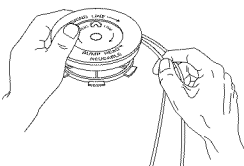

Fig. 18
7. Bobine las líneas en el carrete en capas uniformes y apretadas (Fig. 18). Bobine la línea en el sentido indicado en el carrete interior. Coloque el dedo índice entre las dos líneas para evitar que las líneas se solapen. No solape los extremos de la línea. Continúe con el paso 12.